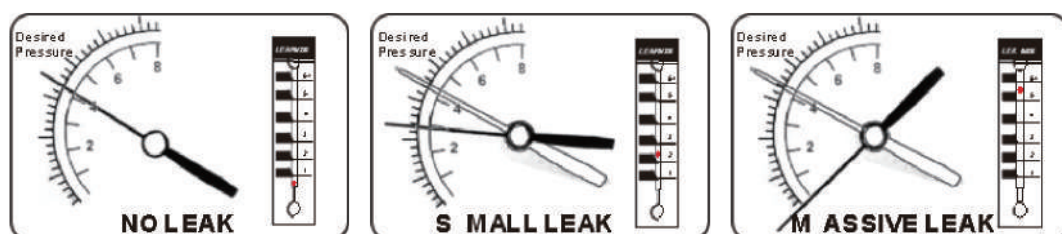

Figura 2
- f. Osservare la scala di indicazione del misuratore di flusso e del manometro, come mostrato di seguito nella *figura 2*.